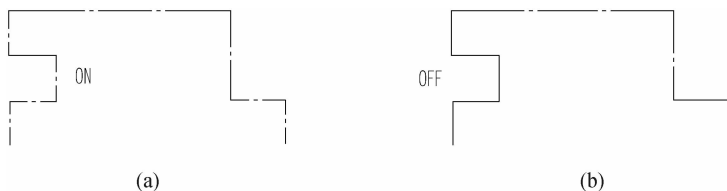

图 3-31 控制多段线的线型生成
- 线型生成(L):控制多段线的线型生成方式的开关,即使用虚线、点画线等线型时,若为开(ON),则按多段线全线的起点与终点分配线型中各线段,如图 3-31(a)所示;若为关(OFF),则分别按多段线的各段来分配线型中各线段,如图 3-31(b)所示。
从图 3-31(b)中可以看出,当线型生成为 OFF 时,如线段过短,就可能无法处理为点画线,从而影响结果的表达。